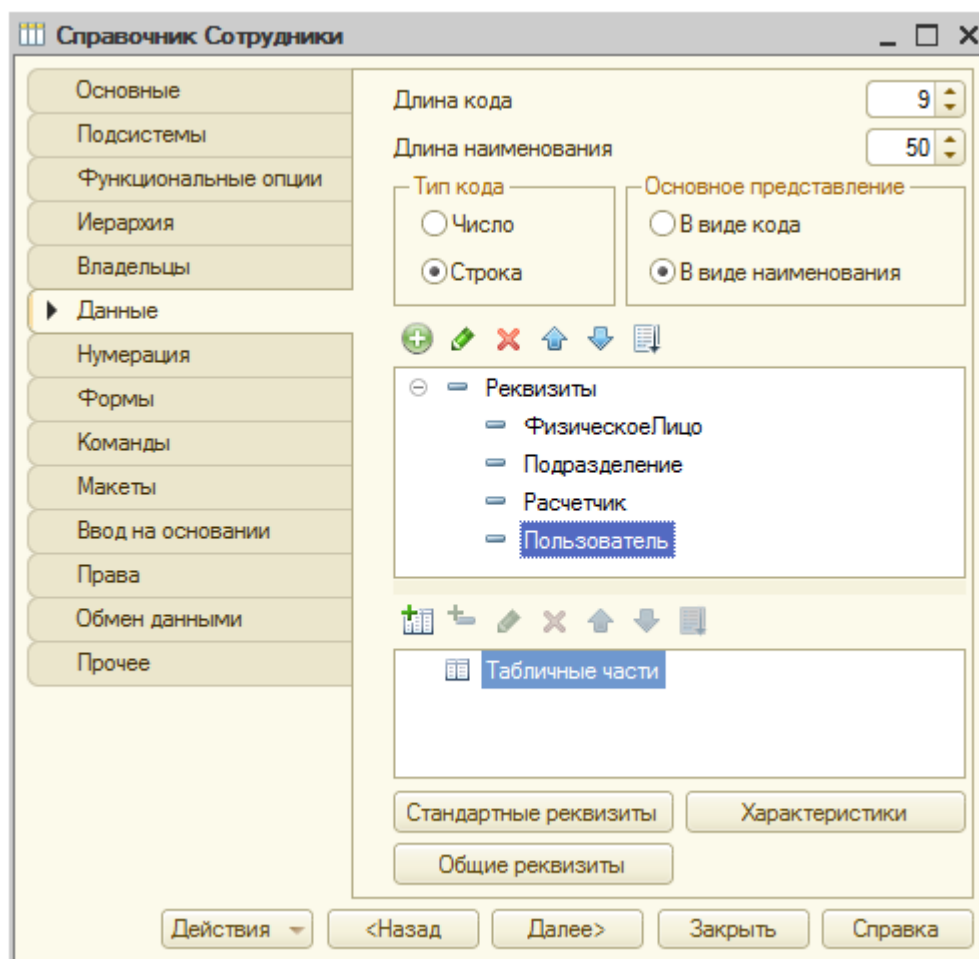

Рисунок 10.3. Реквизиты справочника Сотрудники
3. Доработаем справочник **Сотрудники**. Снабдим его следующими реквизитами, Рисунок 10.3.: